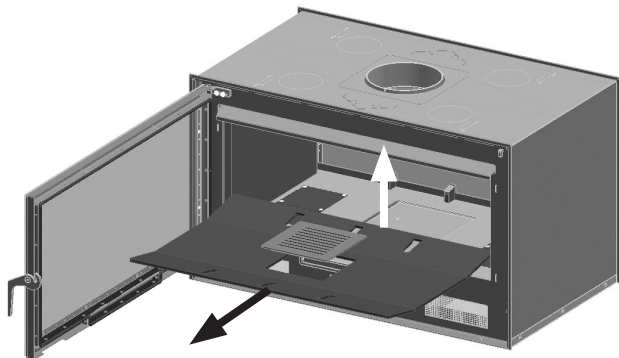

FIG. 3
1. Retirer de l'appareil la grille en fonte et le fond. **Faire attention aux pièces en vermiculite, elles peuvent se briser. (Fig. 3)**